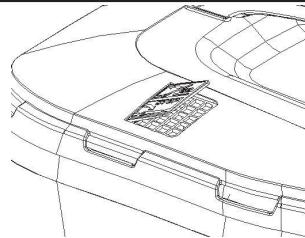

Fig. 3E
- L'indicatore di livello si solleva durante il movimento se il sacco non è pieno. (Fig. 3E)